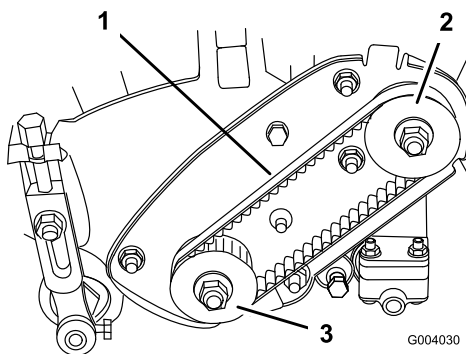

Figure 31
2. Contrôlez la tension de la courroie en exerçant une force de $1,8 \pm 0,5$ kg à mi-distance entre les poulies (Figure 31). La courroie doit présenter une flèche de 4,8 à 7,9 mm. Si ce n'est pas le cas, passez à l'étape suivante.